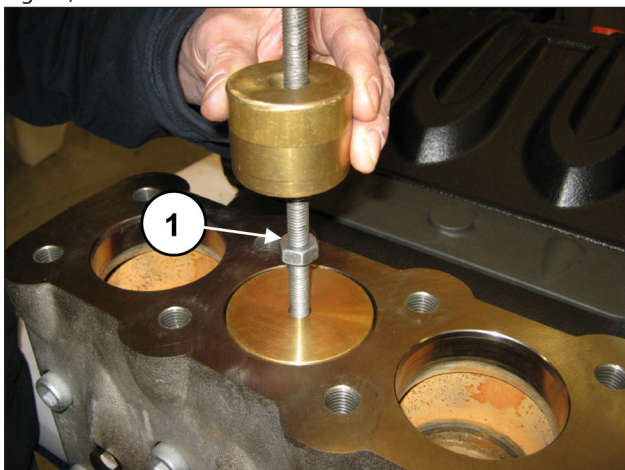

Fig. 96
Extraer el tapón de la válvula introduciendo un extractor de percusión en el orificio M10 del tapón de la válvula (pos. ①, Fig. 96).